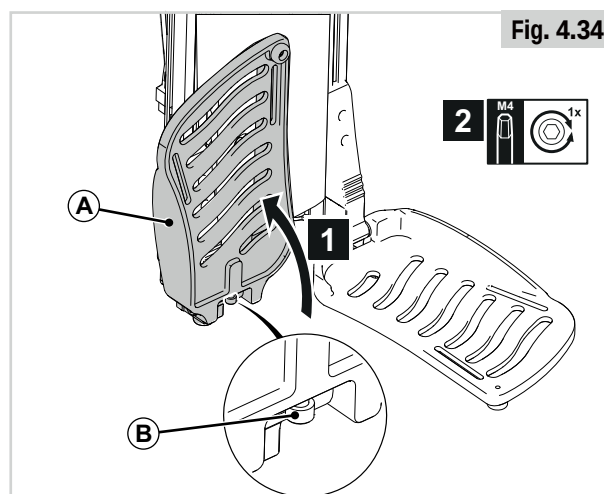

Fig. 4.34
- Zoals bij alle bewegende delen: let op dat uw vingers niet beklemd raken. (Fig. 4.34).
Enkelhoek (fig. 4.34)